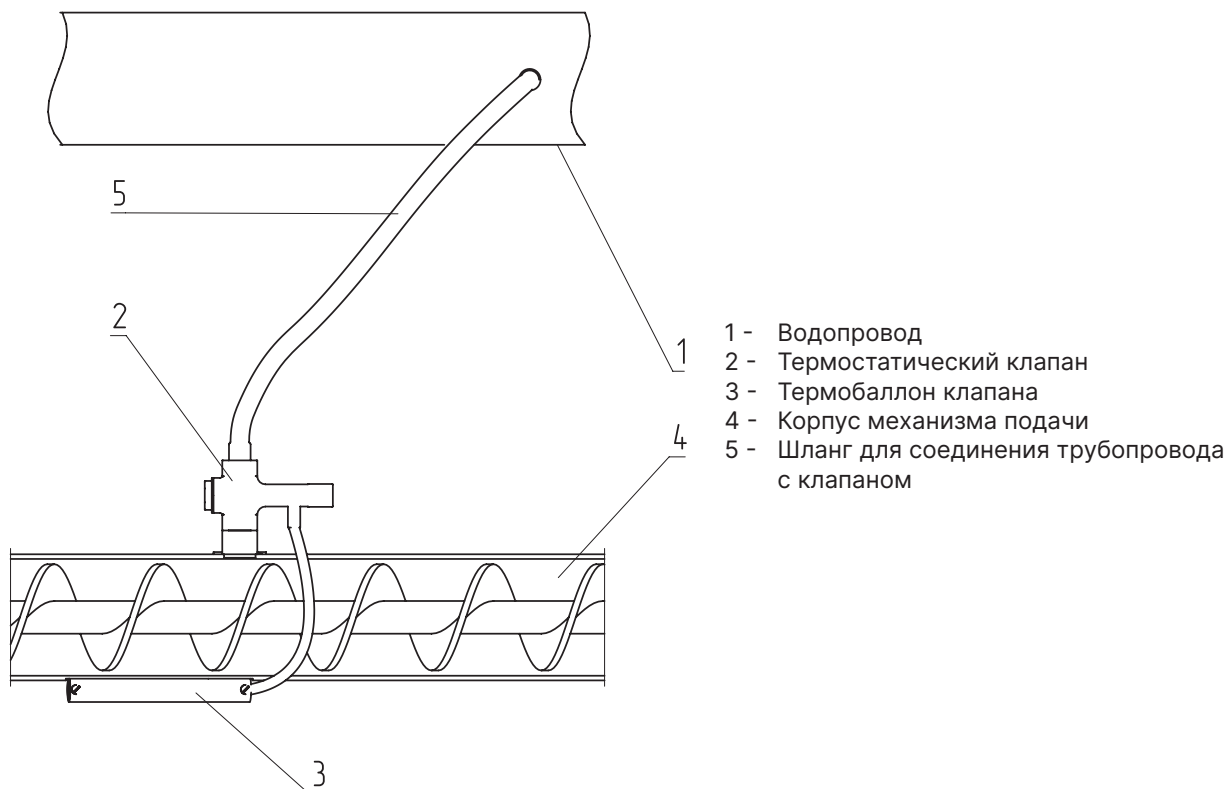

Рис. 4 Система охлаждения топливопровода
- Для обеспечения полной пожарной безопасности для работы на угле рекомендуется устанавливать систему охлаждения топливопровода (доступно в качестве опции, см. **Рис. 4**) и обязательно для работы на пеллетах. Система охлаждения топливопровода, наполненная водой, является основным элементом защиты котла от протлевания топлива в бункер. Следите и поддерживайте полный уровень жидкости в ее емкости;
Внимание! Термобаллон клапана (Рис. 4, поз. 3) должен быть зафиксирован в гильзе двумя винтами.